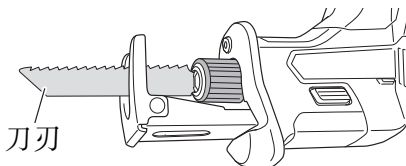

图 9
- (2) 松开刀刃座时，刀刃将被锁定到位。根据操作情况，刀刃可以朝上/下安装。(图 9)